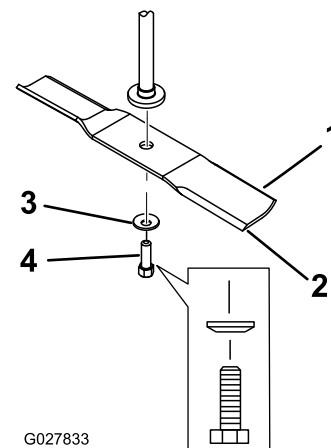

Figura 61
2. Retire del eje el perno de la cuchilla, la arandela curva y la cuchilla (Figura 61).
1. Instale la cuchilla en el eje (Figura 61).
2. Instale la arandela curva (con la copa hacia la cuchilla) y el perno de la cuchilla (Figura 61).